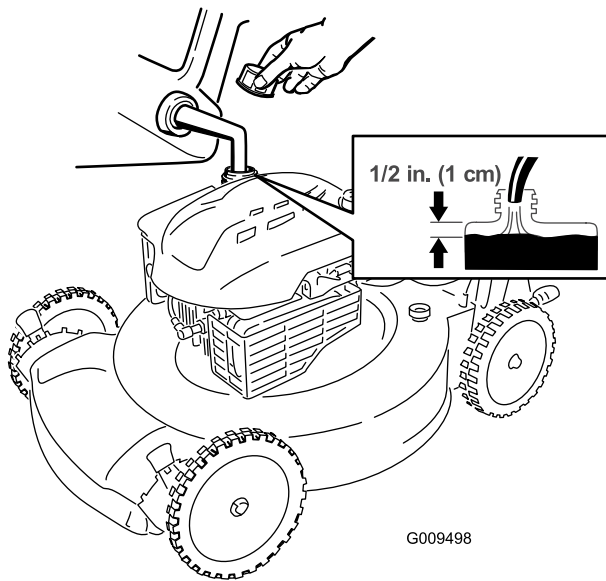

Bild 8
1. Reinigen Sie den Bereich um den Tankdeckel und nehmen den Deckel ab (Bild 8).